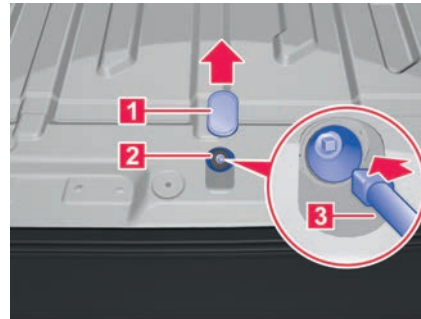
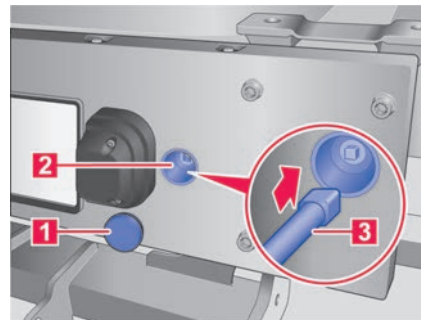

Abb. 212 Im Fahrzeugheck Kastenwagen: Reserverad über die Seilwinde herunterkurbeln.
Abb. 213 Im Fahrzeugheck Pritsche und Fahrgestell: Reserverad über die Seilwinde herunterkurbeln.
1. Steckschlüssel → **Abb. 212** oder → **Abb. 213** **3** auf den Vierkant → **Abb. 212** oder → **Abb. 213** **2** der Reserveradwinde stecken. Dabei muss ein leichter Widerstand überwunden werden.
9. Deckel → **Abb. 212** oder
→ **Abb. 213** **1** in die Schloss-